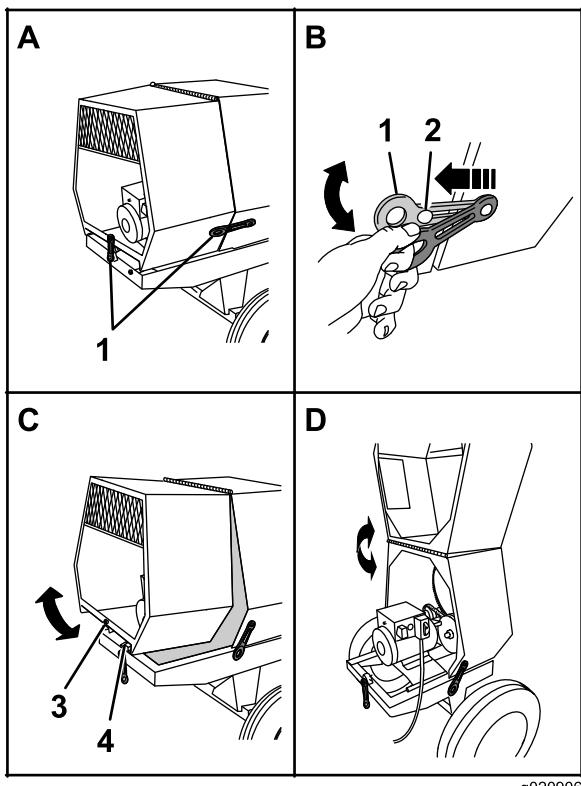

Figura 23
1. En el lado de la máquina, en la unión entre la cubierta delantera y la trasera, agarre el cierre y desengáncelo del anclaje de la cubierta trasera (Figura 23).
3. En la parte trasera de la máquina donde la cubierta trasera se une al bastidor de la máquina, agarre el cierre y desengáncelo del anclaje de la cubierta (Figura 23).
4. Gire la cubierta trasera hacia arriba y hacia adelante hasta que quede colocada sobre la cubierta delantera (Figura 23).
1. Gire la cubierta trasera hacia atrás y hacia abajo hasta que el alojamiento situado en el centro del borde inferior esté alineado con el perfil en V y enrasado con el bastidor de la máquina (Figura 23).
4. Repita el paso 3 en el otro lado de la máquina (Figura 23).